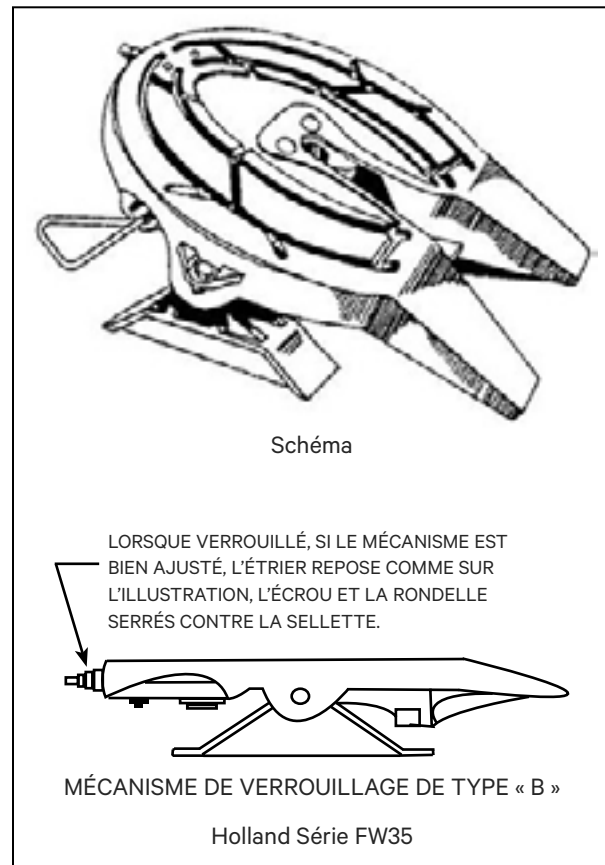

Figure 10 – Sellette
4. À mesure que le tracteur recule sous la plaque d'attelage de la remorque, la remorque devrait monter sur la sellette et, ce faisant, cesser de reposer sur ses béquilles. Continuer de reculer jusqu'à ce qu'il y ait un cognement. Celui-ci devrait indiquer que le pivot d'attelage est bien engagé dans les mâchoires de la sellette et que le mécanisme de verrouillage est enclenché. Consulter le manuel du propriétaire du tracteur pour connaître le type et le modèle de sellette dont il est équipé. Ce manuel indiquera la marche à suivre pour s'assurer que les mâchoires de la sellette sont complètement refermées. La Figure 10 présente le mécanisme de verrouillage de la sellette Holland Série FW35. La Holland Série FW35 est la sellette que Lode King installe à l'arrière de ses remorques de tête.